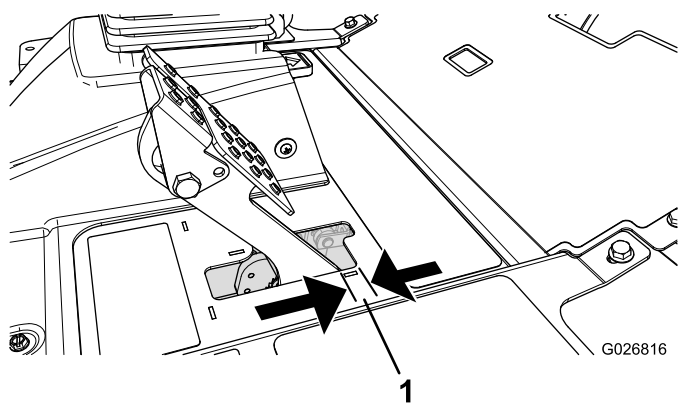

Figura 82
Regolate i freni se il pedale ha un "gioco" superiore a 2,5 cm (Figura 82), o quando è necessaria maggiore forza di tenuta. Per gioco s'intende la distanza che il pedale percorre prima che si avverta la resistenza della frenata.
2. Serrate il dado posteriore per spostare indietro il cavo, finché i pedali del freno non hanno un gioco compreso tra 6,3 e 12,7 mm (Figura 82), prima che la ruota si blocchi.